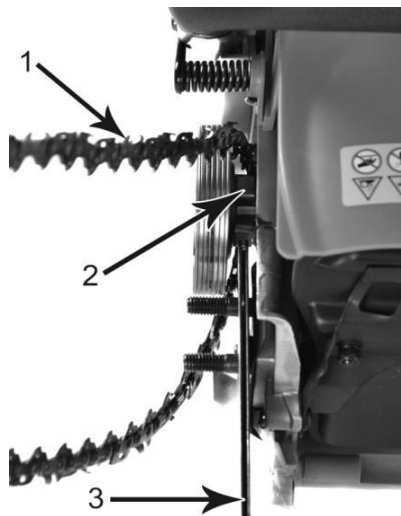

Рис. 6.
Наденьте цепь (1) на ведущую звездочку (2) позади муфты сцепления. Убедитесь, что звенья встали между зубчиками звездочки (см. Рис.6).
Вставьте ведущие звенья в канавку шины (3) и обведите цепь вокруг концевой части шины (см. Рис.6). Цепь будет немного свешиваться с нижней части шины.